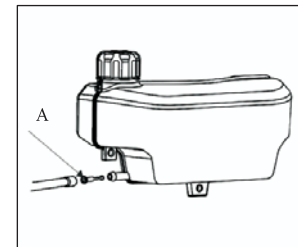

Fig. 14
3. Coloque de nuevo el filtro de combustible (A) y la línea de combustible (consulte la Fig. 14).